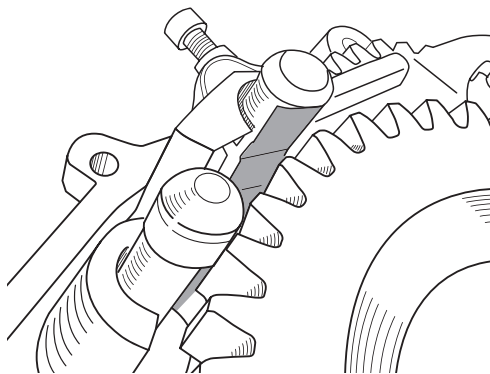

Рис. 8
4. Доработайте вилки включения переднего моста и прямой-пониженной передач (**Рис. 8**). Зазор между промвалом и штоками должен быть в районе 2–3 мм.